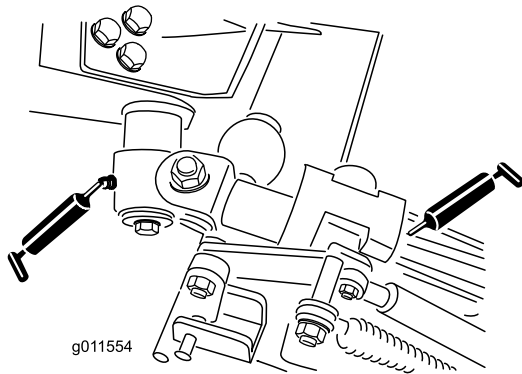

Figura 86
- 2 casquillos de pivote de leva acodada (Figura 86)
- 4 casquillos de los brazos traseros (Figura 86)